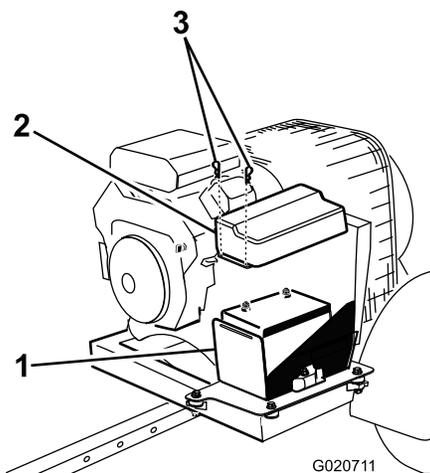

Рисунок 3
1. Снимите скобы крепления крышки аккумуляторной батареи к коробке аккумуляторной батареи (Рисунок 3). Снимите крышку с коробки.